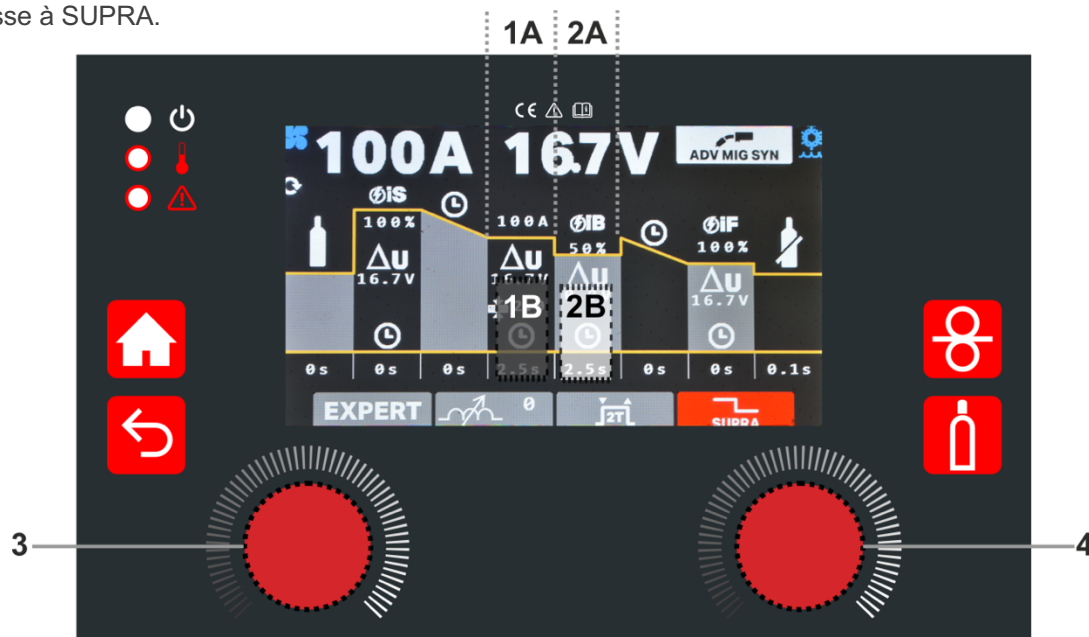

Fig. 9
- Pour sélectionner le soudage SUPRA, qui est un soudage pulsé (une alternance entre deux niveaux de puissance) avec le mode de transfert en court-circuit - tourner l'encodeur latéral droit (nr. 4 - Fig.9) jusqu'à ce que le bouton SUPRA (couleur rouge) soit sélectionné, puis tourner le même encodeur latéral droit jusqu'à ce qu'il passe à SUPRA.
temps de puissance secondaire (2B - Fig. 9) soit rouge et en tournant le même encoder.
- Brancher l'adaptateur Euro / TIG à la prise Euro Mig et la torche TIG à cet adaptateur comme indiqué sur la Fig. 9.